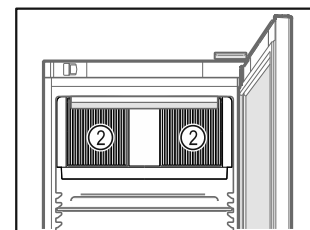

Fig. 79
- ☐ Ventilatiesleuf Fig. 79 (2) van de ventilator in de binnenruimte vrijhouden.